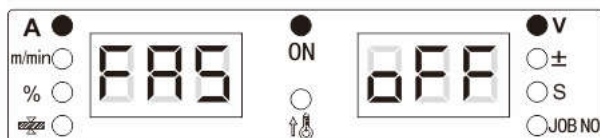

Рисунок 3-21. Отображение функции FA5 на цифровых дисплеях
2. Поворотом регулятора панели управления установите выбор функции FA5 (см. Рисунок 3-21).